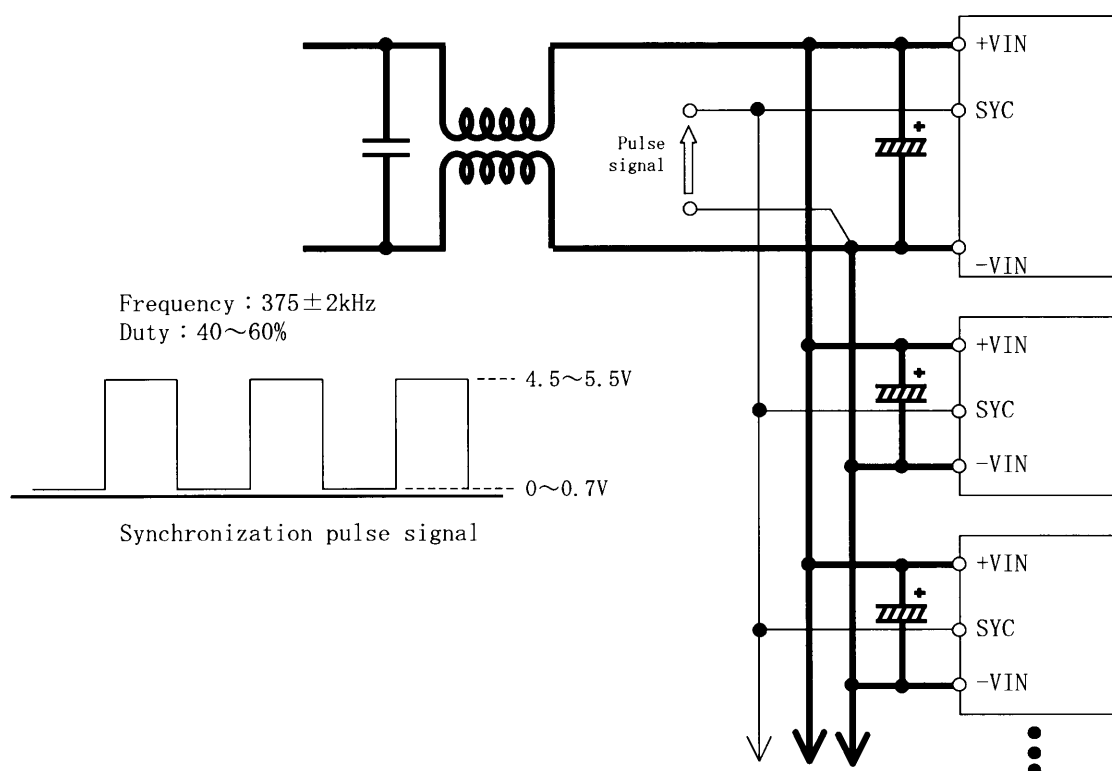

Fig.2.9 Connecting method of synchronous operation
Apply the synchronization pulse signal as shown in Fig.2.9, and DBS700 can operate synchronously. If this operation is not required, short SYNC and -VIN. The maximum number of synchronous operation should be less than 4 pieces.
SYNC端子を図2.9のように接続し、同期パルス信号を印加することで同期運転が可能。同期運転台数は、4台以下で使うこと。また同期運転を使用しない場合は、SYNCと-VINを短絡する。SYNC端子への流入電流は1mAmaxである。
- 3) Avoid applying in the terminal SYNC other than the signal shown in Fig.2.9.
SYNC端子へ図2.9で示した波形以外の印加は避けること。